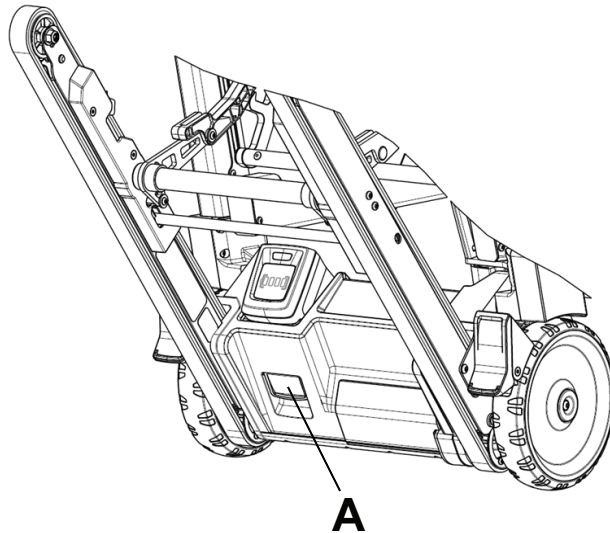

Figura 10 – Pasador de liberación de la batería
1. Tire del pasador rojo de liberación de la batería (A) hacia usted para liberar la batería del producto (Figura 10).